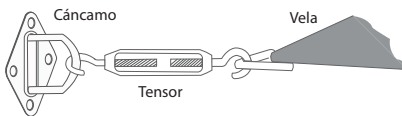

Fig. 9
**A.** El kit de instalación de la vela para sombra de primera calidad incluye los accesorios de sujeción necesarios para la instalación. (Fig. 9)